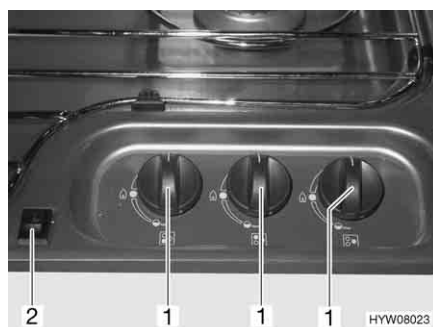

Fig. 137 Elementi di comando del fornello a gas
- Ruotare il pomello girevole (Fig. 137,1) dell'impianti a fiamma libera desiderato in posizione accesa (fiamma alta).
- Premere l'interruttore a bilico (Fig. 137,2). Sul bruciatore vengono prodotte scintille.